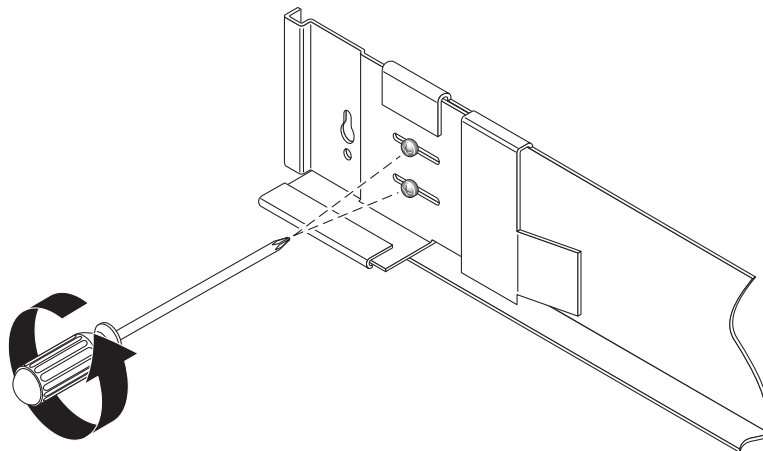

図 2-7 レールの長さを調節するために緩めるレールねじ
1. プラスのねじ回し (Phillips の 2 番) を使用して側面レールのねじを緩め、各レールがもっとも長く伸びた状態になるように調節します (図 2-7)。